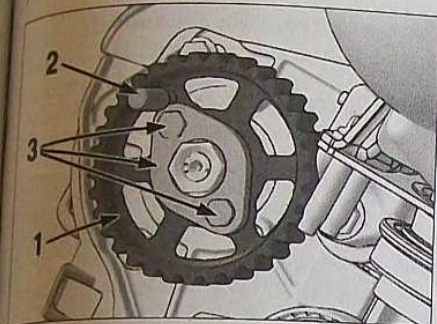

FIG. 18
- Débrancher le connecteur (3) de la pompe.
- Immobiliser en rotation, à l'aide d'une pince (2) (réf constructeur : (-).0194-J), la roue dentée (1) de la pompe (Fig.18).